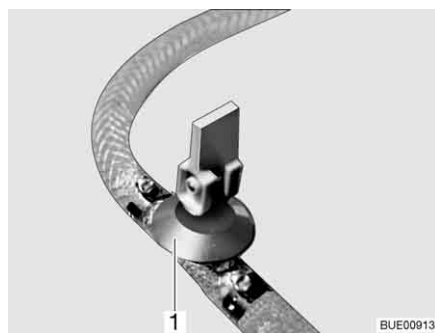
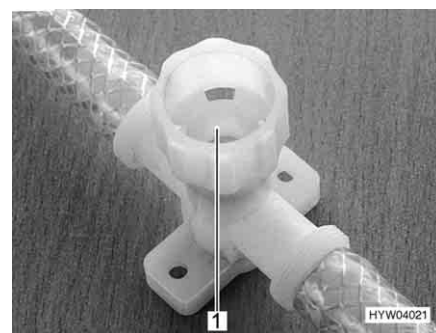

Fig. 238 Rubinetto di scarico (con leva a bilancere)
Fig. 239 Rubinetto di scarico (con tappo a vite)
- Aprire tutti i rubinetti di scarico. Mettere la leva a bilanciere del rubinetto di scarico (Fig. 238,1) in posizione verticale o chiudere il coperchio del rubinetto di scarico (Fig. 239,1) in senso antiorario.